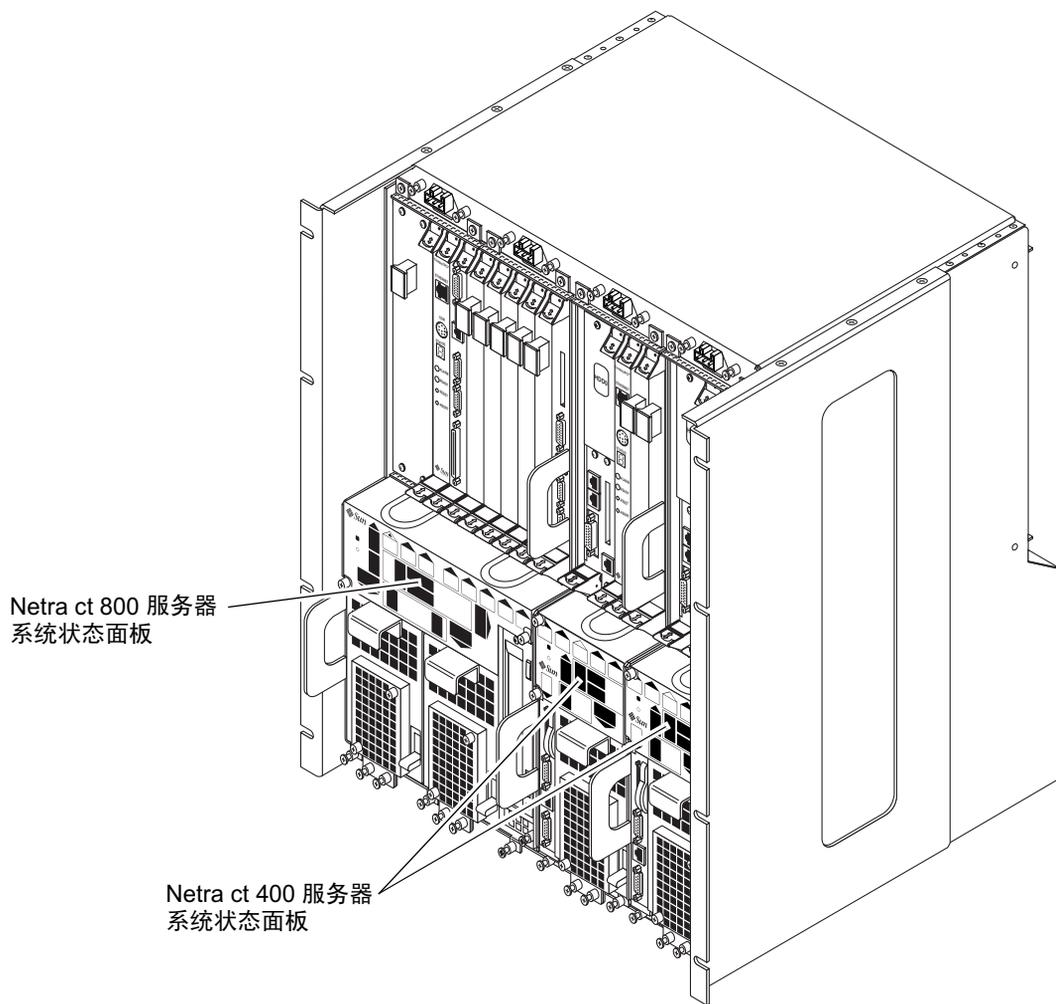

图 6-3 系统状态面板位置
Netra ct 800 服务器和 Netra ct 400 服务器系统状态面板的位置如图 6-3 所示。
5. 转到 Netra ct 服务器的前部并找到系统状态面板（请参见第 126 页上的图 6-3）。